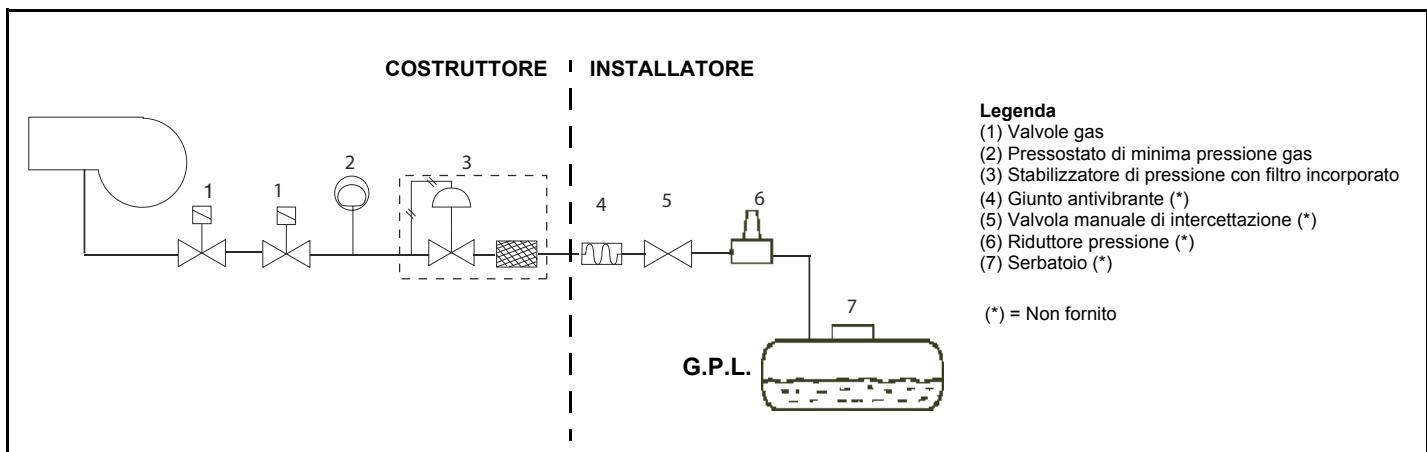

Fig. 4
**PERICOLO! Una rotazione errata del motore può provocare gravi danni a persone e cose. ATTENZIONE: una volta montata la rampa secondo lo schema riportato in Fig. 4, deve essere effettuata la prova di tenuta del circuito gas, secondo le modalità previste dalla normativa vigente.**